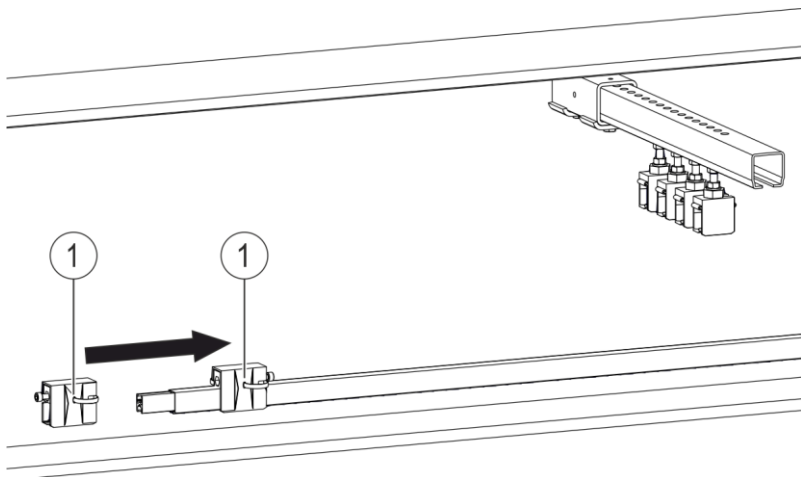

Fig. 91 : Pousser les bornes fixes 0812 sur le rail conducteur
- Pousser les bornes fixes (pos. 1) sur l'élément de rail conducteur à droite et à gauche du support de rail (voir Fig. 91). Lors de la mise en place des bornes fixes, veiller à ce que la vis latérale soit placée à l'extérieur sur les bornes fixes.